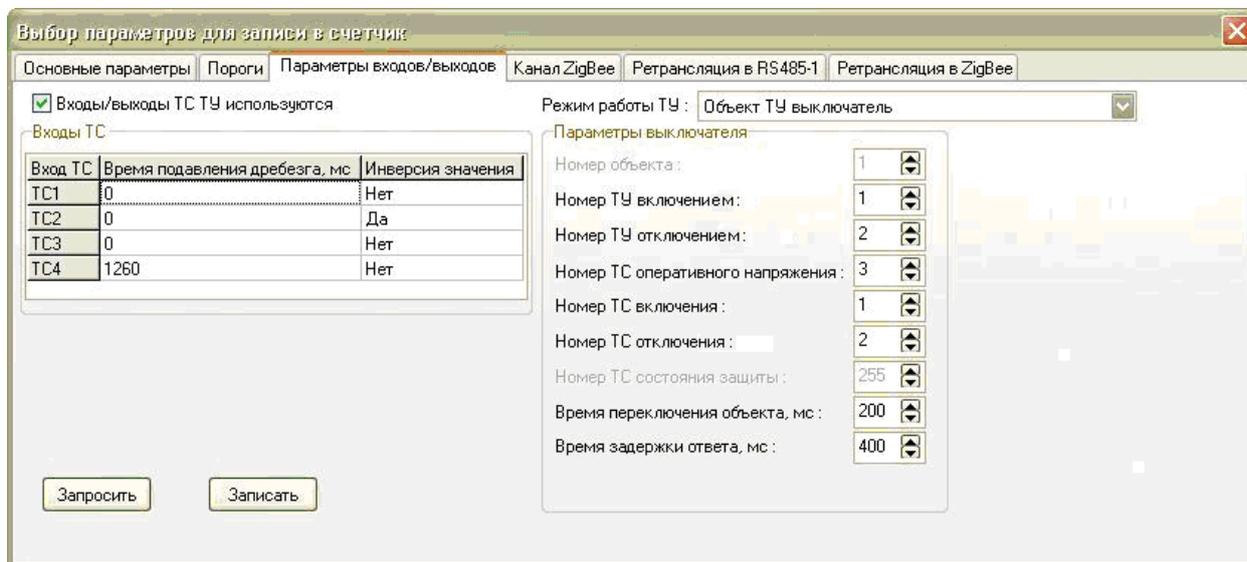

Рисунок 3.15
Описания основных параметров для объекта ТУ *выключатель* (рисунок 3.15) приведены в таблице 3.5.
3.3.5.3 После нажатия кнопки *Команды ТУ* для счетчиков с несколькими выходами ТУ и с выбранным на вкладке *Параметры входов/выходов* (рисунок 3.15) режимом работы *Режим работы без объектов*, откроется окно *Параметры команды телеуправления*, представленное на рисунке 3.25.
3.3.5.4 После нажатия кнопки *Команды ТУ* для счетчиков с несколькими выходами ТУ и с выбранным на вкладке *Параметры входов/выходов* (рисунок 3.15) режимом работы *Объект выключатель*, откроется окно *Параметры команды телеуправления*, представленное на рисунке 3.26.